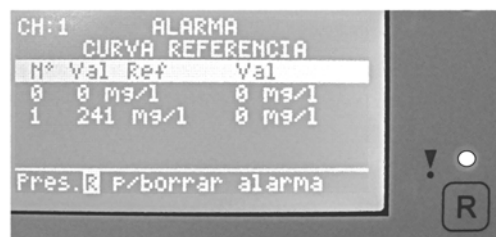

Fig. 13
- 5) Desde la tabla de Alarma por Curva de Referencia (fig.13). Presionar **R** para borrar la tabla, reestablecer la alarma y volver a la pantalla de la muestra.